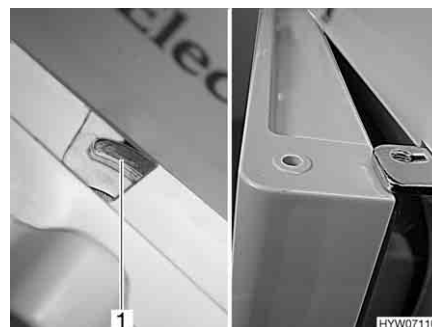

Fig. 122 Porta del frigorifero/del vano congelatore in posizione di ricircolo d'aria (serie Dometic 7 con vano congelatore separato)
- Spostare il dispositivo di bloccaggio completamente verso destra. La porta del frigorifero/porta del vano congelatore è bloccata con l'ausilio dell'arresto della porta (Fig. 122,1). In questo modo la porta del frigorifero/porta del vano congelatore rimane ferma in posizione socchiusa (Fig. 122).